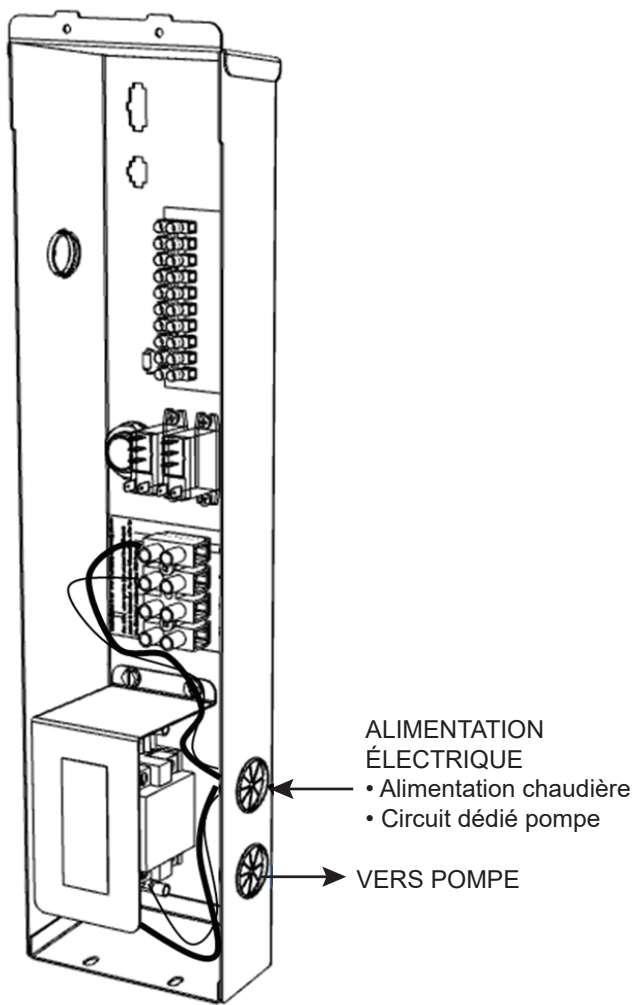

Figure 51. Détails électriques, boîtier arrière
2. Acheminez le câblage comme indiqué à la **Figure 51**.